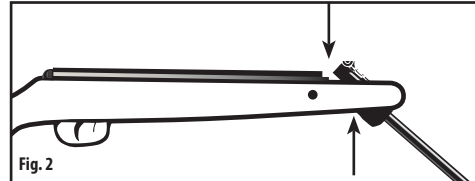

Fig. 2
**AVERTISSEMENT:** PRENDRE SOIN DE TENIR LES DOIGTS À L'ÉCART DES POINTS DE PINCEMENT. LA FIGURE 2 MONTRE LES POINTS DE PINCEMENT DONT IL FAUT ÊTRE CONSCIENT.
- Prenez soin de ne pas vous pincer la main ou les doigts dans la charnière du fusil à air comprimé (Fig. 2).